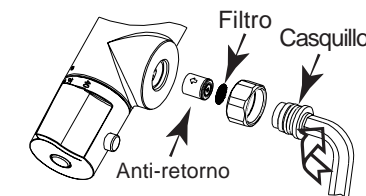

fig. 2
- Con la ayuda de una llave hexagonal del 12, desatornillar el casquillo que contiene el filtro y la válvula anti-retorno en el sentido de las agujas del reloj, despues empujar con la llave para poder extraerlo. (fig. 2).